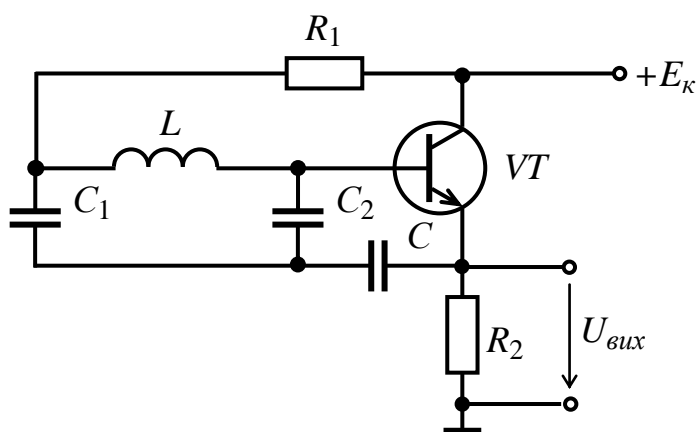

Рисунок 1 – Схема LC-генератора на біполярному транзисторі
- 1.2 Привести схему LC-генератора синусоїдальних коливань на біполярному транзисторі (рис. 1). Описати призначення елементів схеми і принцип роботи генератора.